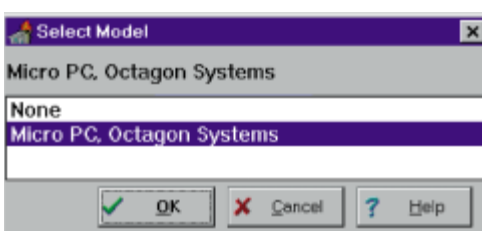

Рис. 8. Выбор аппаратной платформы контроллера в процессе конфигурирования
- выбирается аппаратная платформа контроллера (рис. 8);